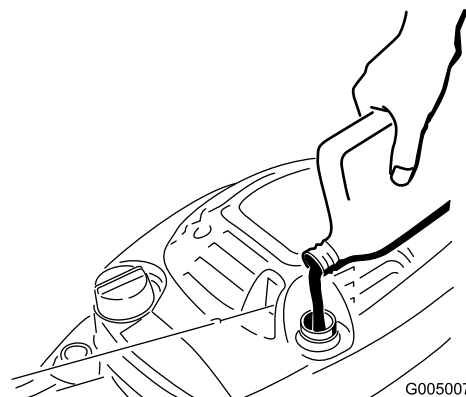

Figura 23
4. Vierta **lentamente** aceite en el tubo de llenado hasta que el nivel llegue a la marca **Full** de la varilla (Figura 23). **No llene demasiado.** (Capacidad máxima: 0,6 l (20 onzas), tipo: SAE 30W, aceite detergente con clasificación de servicio API SF, SG, SH, SJ, SL o superior.)